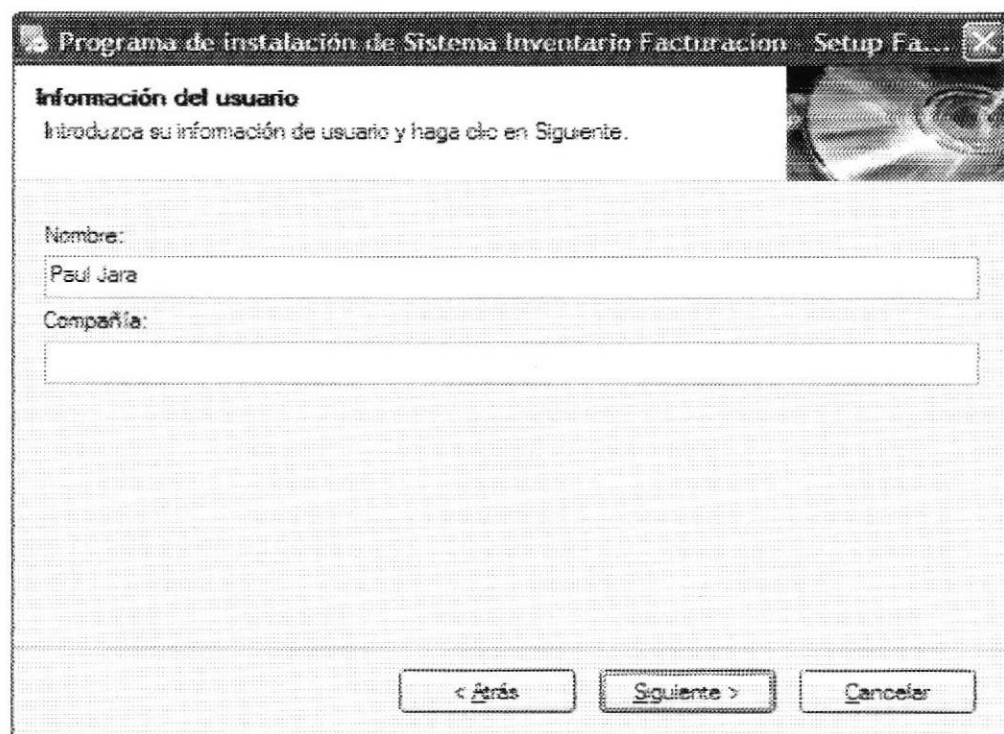

Figura 4.9. Pantalla de Información del Usuario.
8. A continuación de clic el botón Siguiente y parecerá la pantalla donde tiene que especificar el nombre del propietario de la empresa y el nombre de la empresa como se lo muestra a continuación en la figura 4.9.